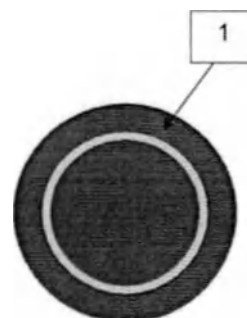

Рисунок 3.23 – Педаль и кнопка декомпрессии (а) и регулятор пульта управления компрессией (б)
– **РУЧНАЯ ДЕКОМПРЕССИЯ:** осуществляется при нажатии оператором педали 2 или кнопки 3 multifunctional pedals (Рисунок 3.23, а) или с помощью вращения регулятора ручного пульта управления 1 против часовой стрелки (Рисунок 3.23, б).